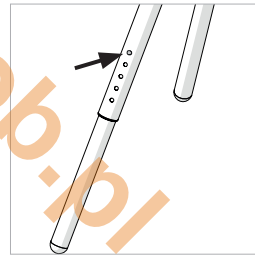

Fig. 3
- Poussez la broche de verrouillage du pied interne (**fig.3**) puis faites glisser le pied interne délicatement jusqu'à ce qu'il soit en position.
- Ajustez les quatre (4) pieds en vous assurant qu'ils soient tous à la même hauteur.